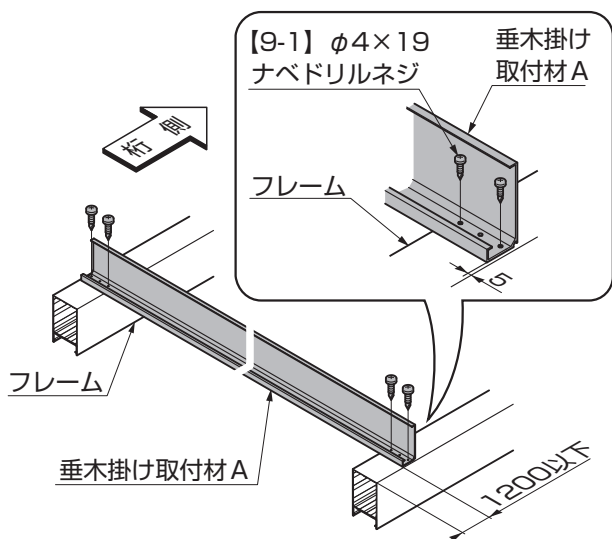

図3-5
- ①垂木掛け取付材Aをフレームに【9-1】で取付けてください。(図3-5参照)